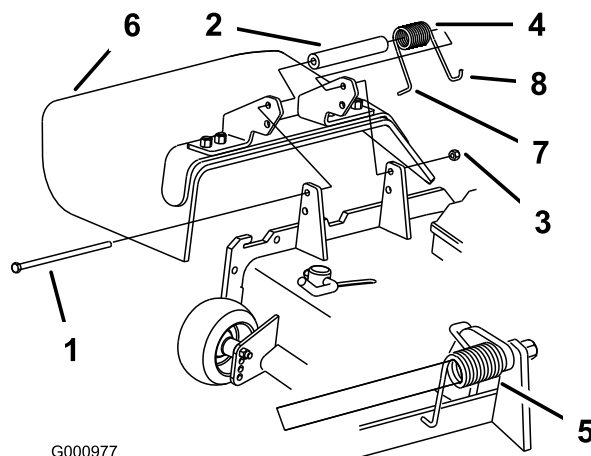

Figura 37
1. Retire a porca de bloqueio, o parafuso, a mola e a cunha que fixam o defletor aos apoios de articulação (Figura 37). Se o defletor de relva estiver danificado ou gasto, retire-o.
Nota: Certifique-se de que a extremidade em L da mola está montada por trás da extremidade da plataforma antes de colocar o parafuso como se mostra na Figura 37.
3. Coloque o parafuso e a porca. Coloque a extremidade em gancho J da mola em torno do defletor de relva (Figura 37).